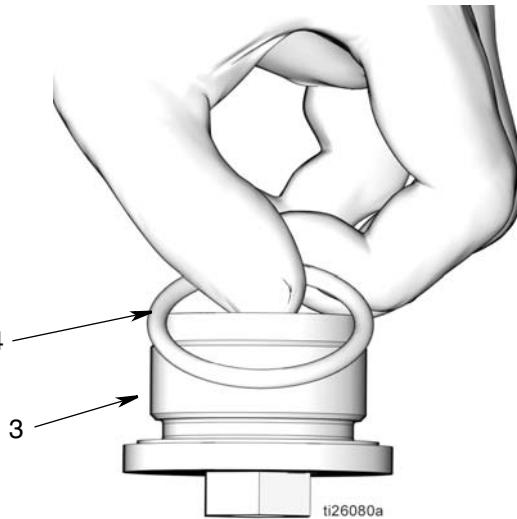

图 53
- 在 O 形圈 (4) 上抹上薄薄一层滑脂。将 O 形圈装到活塞防松螺母 (3) 上 (图 53)。